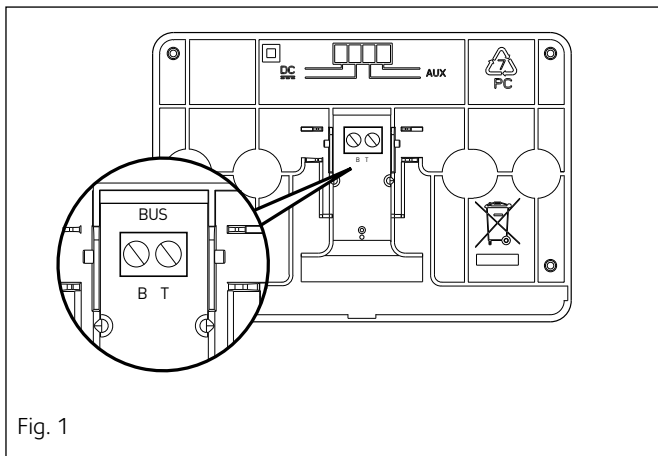

Fig. 1
- prima di collegare i fili alla base dell'interfaccia di sistema, far scorrere la linguetta di protezione del connettore e sollevarla (fig.1),